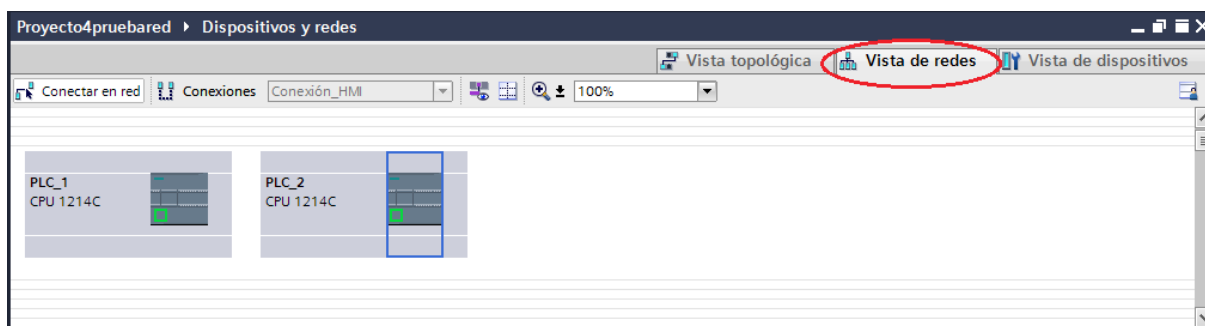

Figura 4. Vista de Redes.
- Una vez agregado el segundo PLC y comprobada su comunicación con la PC, en el “Árbol del proyecto” de doble clic en la opción “Dispositivos y redes”, al abrirse la ventana de clic en la pestaña “vista de redes” (Ver Figura 4), observará que están presente los 2 PLC agregados, de clic en la opción “Conectar en red”, luego de clic en el puerto Ethernet del PLC\_1 y sin soltar el botón arrastre hasta el puerto Ethernet de PLC\_2 para hacer la conexión.